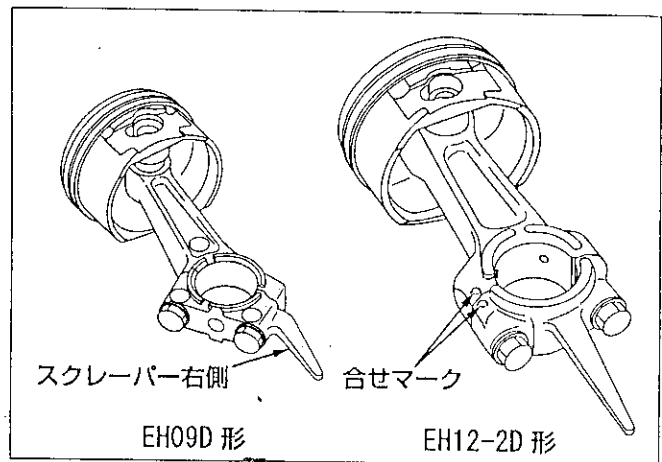

図 5-30
(2)EH12-2D形コネクティングロッドキャップのコネクティングロッドへの組付けは、合せマークを合わせ組付ける。EH09形はスクレーパーを右側にして組付ける。(図 5-30) コネクティングロッドボルトを仕様にしたがって締付ける。